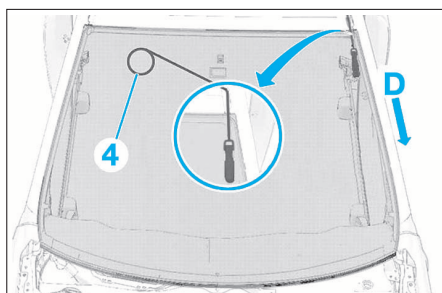

FIG. 105
- Insérer une corde à découper les cordons de colle (4), dans le coin supérieur gauche du pare-brise (Fig.105).